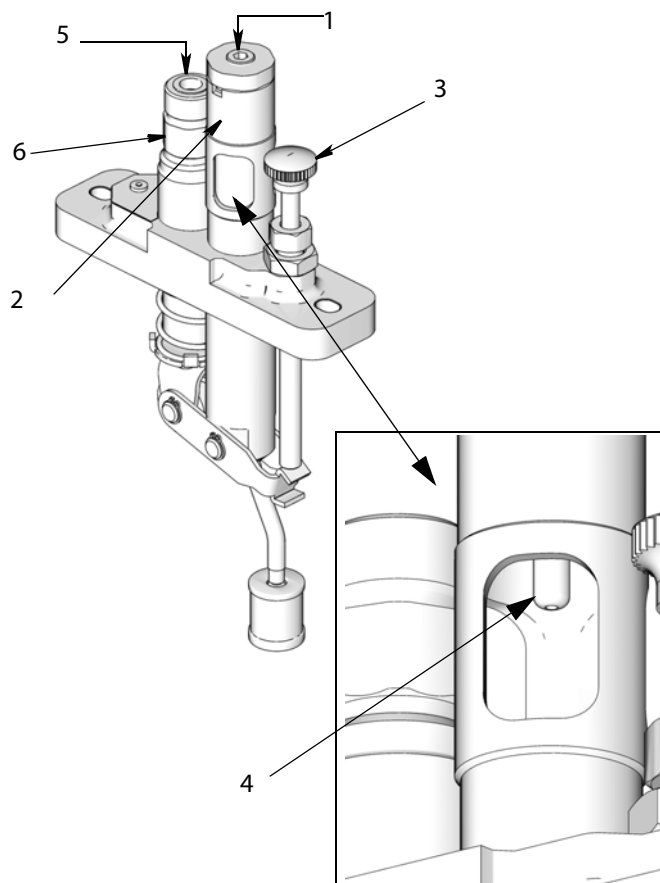

Рис. 4
Модели с подачей всасыванием (Рис. 4)
1. Извлеките и выбросьте заглушку смотрового колодца (1) и выпускную заглушку (5).
2. Наполните смотровой колодец (2) доверху отфильтрованным маслом.
3. Нажимайте на приспособление для ручной заправки (3) до тех пор, пока уровень масла не опустится ниже края трубки каплеуловителя (4) (Рис. 4).
5. Соедините загрузочную линию со смотровым колодцем (2), стараясь не допустить проникновения резьбового герметика в смотровой колодец.
8. Затем выполняйте заправку вручную до тех пор, пока из выпуска (6) не начнет выходить масло без воздуха.
9. Если в смотровом колодце (2) закончилось масло, повторяйте шаги 2–8 столько раз, сколько необходимо для удаления воздуха из масла.